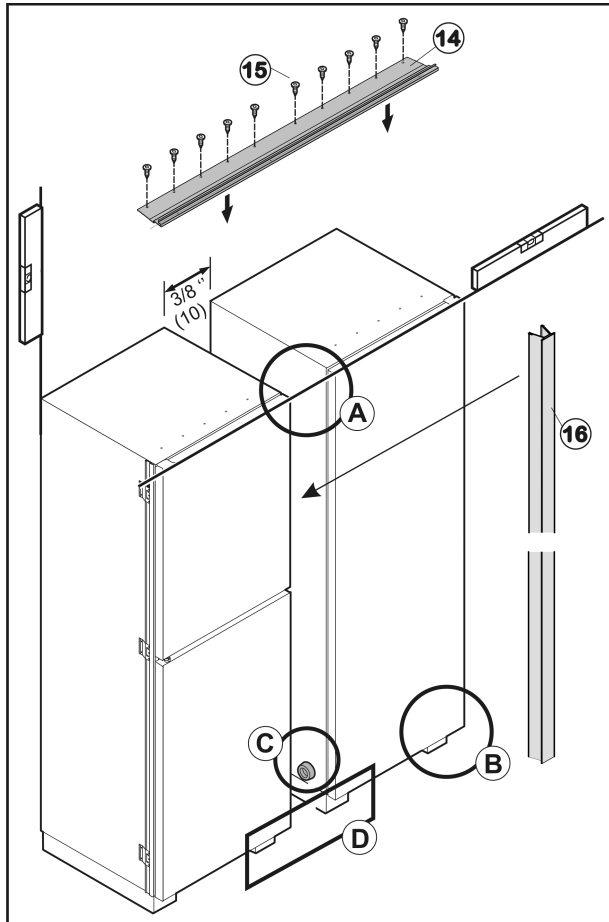
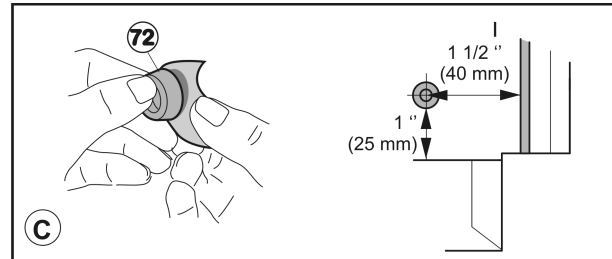
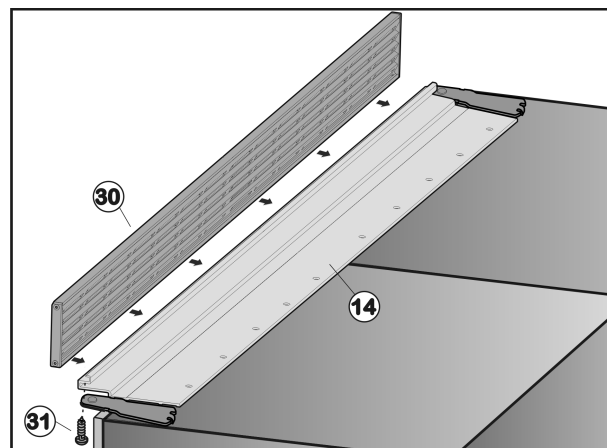
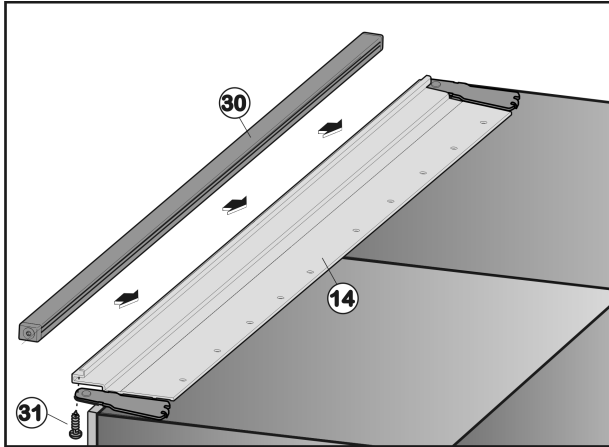

Fig. 40
Fig. 42
Fig. 47
Fig. 48
- Coller la pièce d'écartement Fig. 42 (72) en bas sur la paroi latérale du côté poignée, à env. 1,5 pcs (40 mm) du bord avant de l'appareil vers l'intérieur.
- Mettre le profilé d'encastrement en haut Fig. 40 (14) sur l'appareil et l'aligner de telle sorte que les trous du profilé d'encastrement et de l'appareil soient les uns au-dessus des autres.
- Visser le profilé d'encastrement sur le dessus Fig. 40 (14) avec les vis Fig. 42 (15) à travers des trous pré-perçés.
- Mettre la grille de ventilation Fig. 47 (30) sur le profilé d'encastrement Fig. 40 (14) et la placer de telle sorte que les trous de la grille de ventilation et du profilé d'encastrement soient les uns au-dessus des autres.
- Visser la grille de ventilation Fig. 47 (30) par le dessous avec quatre vis Fig. 47 (31) au profilé d'encastrement.
- Mettre la baguette de bord Fig. 48 (30) sur le profilé d'encastrement Fig. 40 (14) et la placer de telle sorte que les trous de la baguette de bord et du profilé d'encastrement soient les uns au-dessus des autres.
- Visser la baguette de bord Fig. 48 (30) par le dessous avec quatre vis Fig. 48 (31) au profilé d'encastrement.